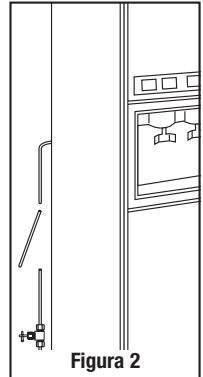

Figura 2
3. Corte y saque un pedazo de 6 pulgadas (15,24 cm) de tubería asegurándose de cortar los extremos perpendicularmente. (Figura 2)